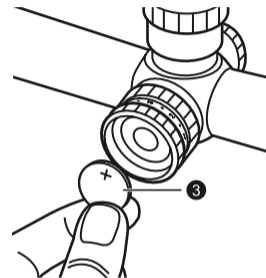

Рис. 3-2
- 2 Вставьте одну литиевую батарею напряжением 3 В 3 в отсек таким образом, чтобы положительный контакт батареи (+) был направлен вверх (Рис. 3-2).